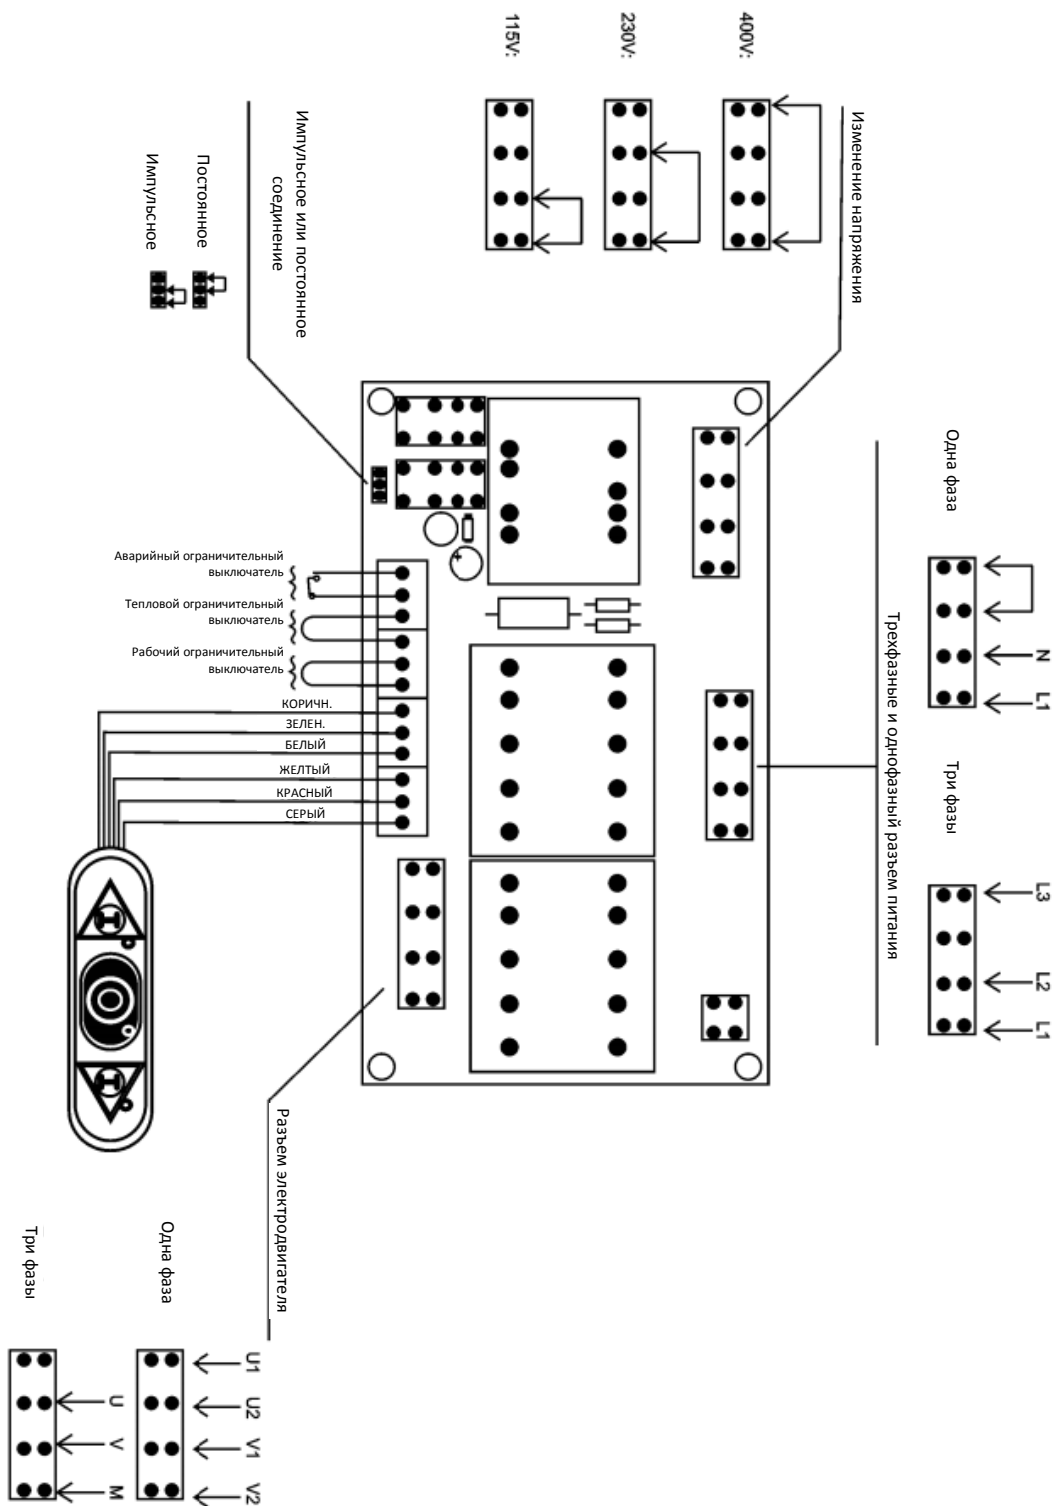

Рис. 2.4.1
2.4.1 Электромонтажная схема, три фазы и одна фаза (рис. 2.4.1)
Место установки следует выбирать таким образом, чтобы вокруг изделия имелся большой запас свободного пространства. См. данные о габаритах на рис. 2.4.1. Наличие такого свободного пространства обеспечит удобство работы с изделием и простоту доступа к нему во время обслуживания или ремонта. В месте установки изделия должно быть обеспечено надлежащее освещение.